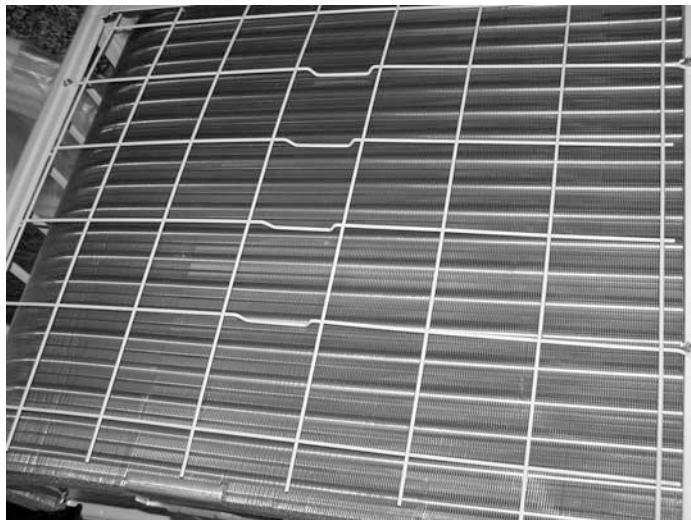

Рис. 1.3. Вид на конденсатор-радиатор наружного блока
- конденсатор-радиатор, расположенный во внешнем блоке кондиционера, – обеспечивает переход фреона из газообразной фазы в жидкую (конденсация), рис. 1.3;